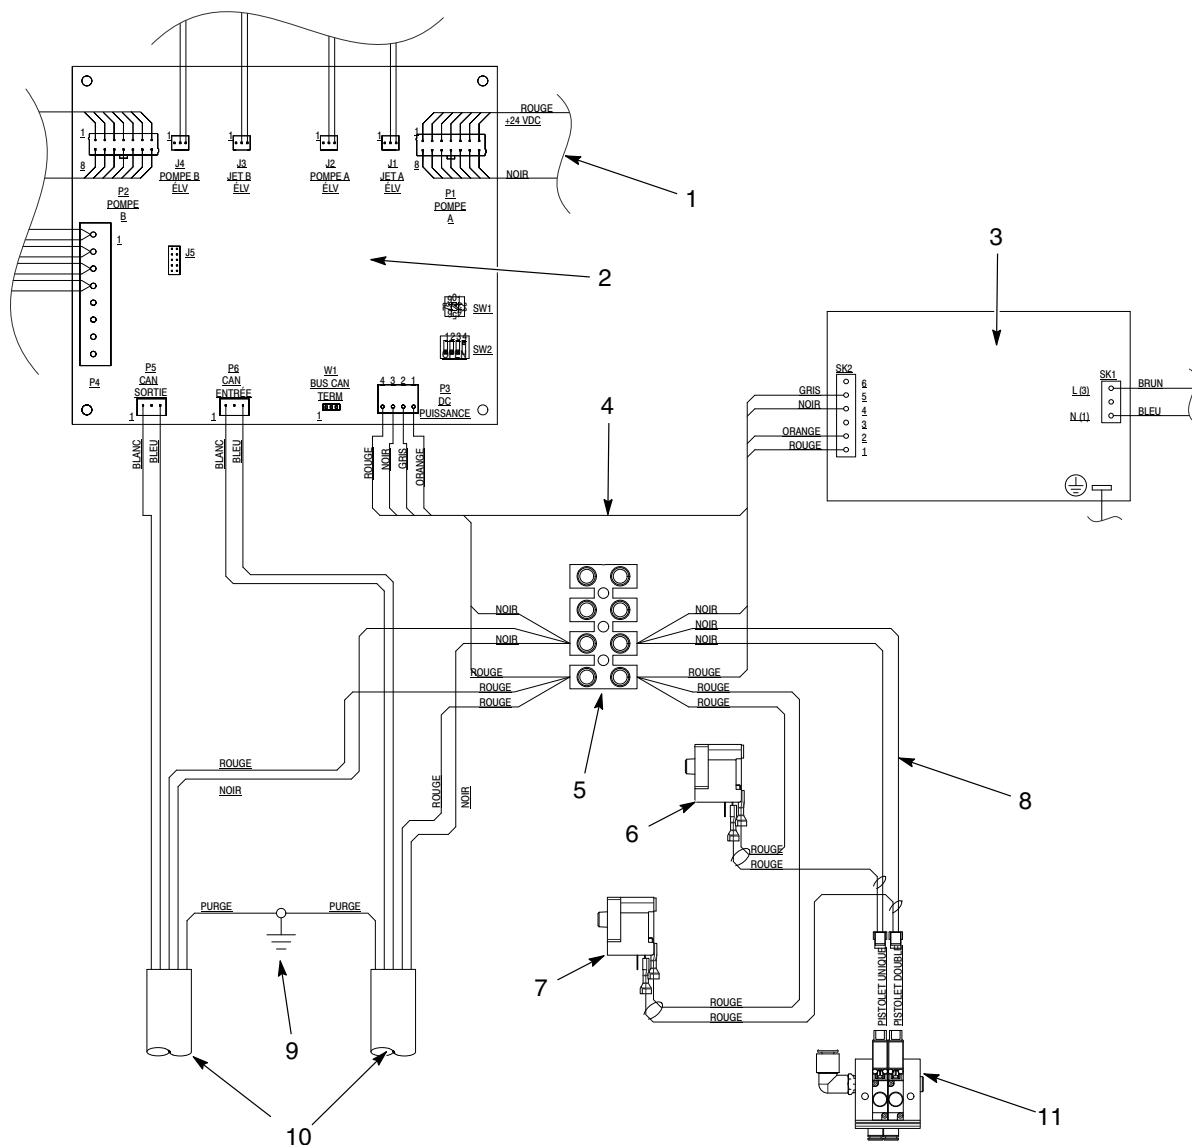

Figure 3 Schéma de câblage (système à deux pistolets)
Voir la figure 3 pour le câblage.
3. Poser un ou plusieurs câbles neufs comme décrit dans la Figure 3, élément 10.
Voir la figure 3, élément 8, pour le câblage.